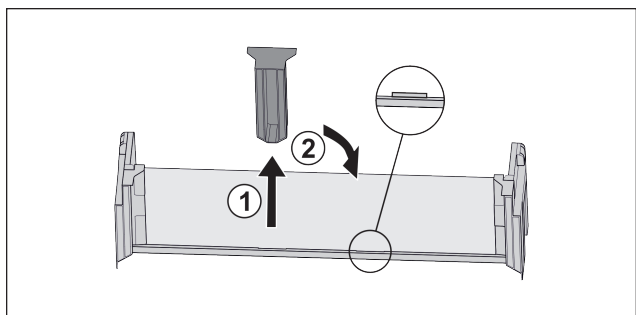

Fig. 96
- Estrarre l'elemento di supporto centrale Fig. 96 (1).
- Inserire l'elemento di supporto centrale sulla seconda posizione Fig. 96 (2).